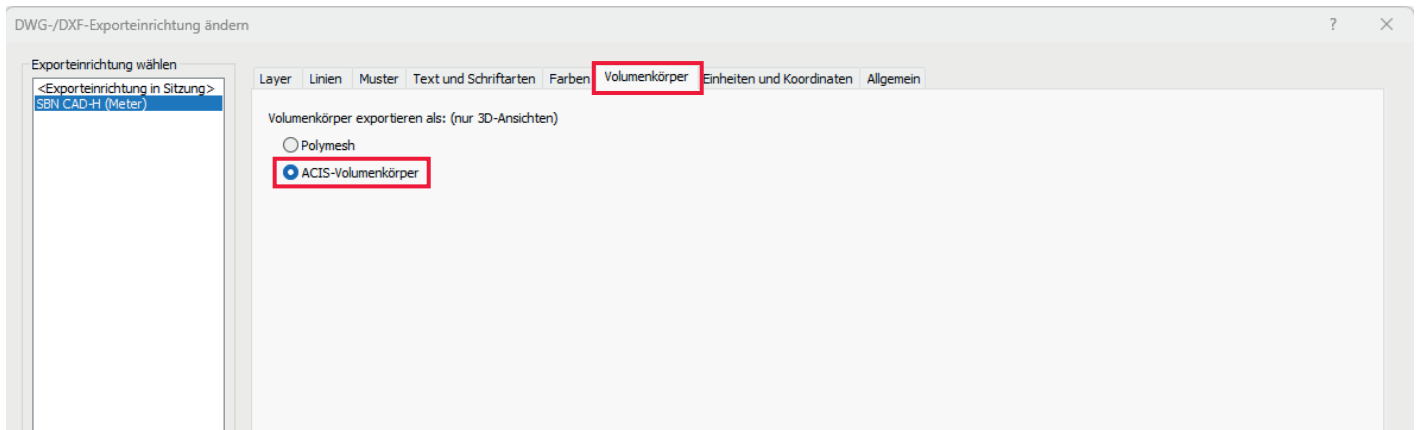

Abb.11: Volumenkörper
- Wählen Sie ACIS-Volumenkörper aus. (Abb.11)